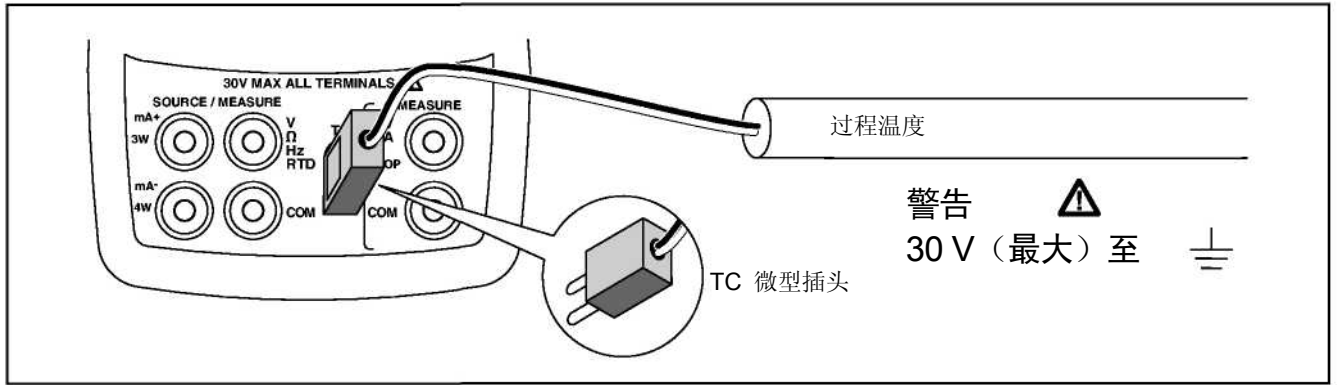

图 10 使用热电偶测量温度
2. 将热电偶导线连接到合适的 TC 微型插头，然后如图 10 所示连接到 TC 输入/输出。